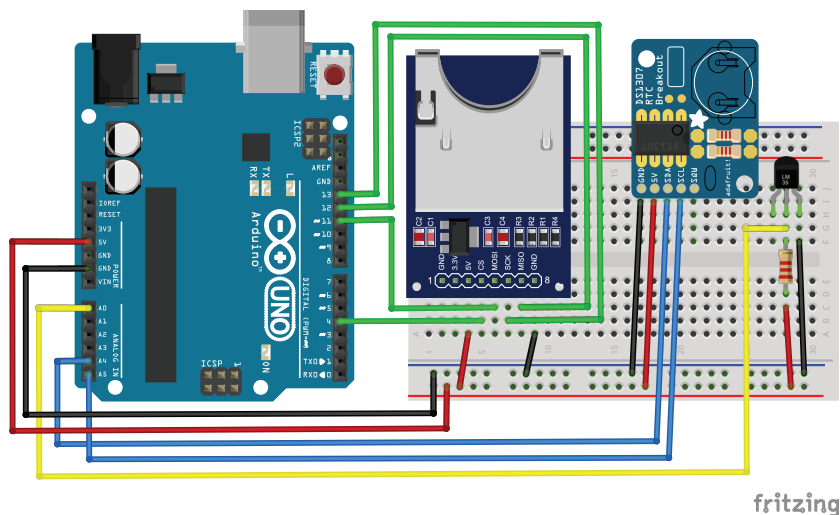

Рис. 27.1. Схема подключения модулей SD-card и DS1307 к Arduino
Если вашим Arduino-проектам не хватает памяти, а объем энергонезависимой памяти EEPROM в платах Arduino совсем небольшой, можно использовать внешние носители. Один из самых простых по подключению к платам Arduino – это SD-карта. Можно подсоединиться к SD-карте напрямую, а можно использовать модули. Подсоединим модуль SD-card к плате Arduino и напомним пример сохранения на SD-карте данных аналогового датчика температуры LM335. Для анализа данных температуры потребуется знать и время измерения данных, поэтому будем использовать и модуль часов реального времени RTC. Соберем схему, показанную на рис. 27.1.
1. Подключаем модули SD card, DS1307 и датчик температуры LM335 к плате Arduino по схеме на рис. 27.1.